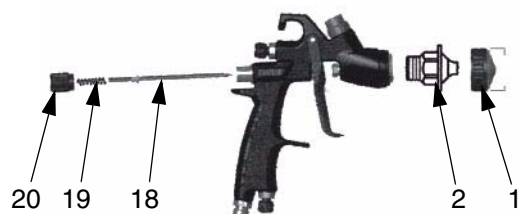

FIG. 6
1. Desenrosque el cabezal de aire (1). FIG. 6.
3. Retire la perilla de ajuste de fluido (20) y el muelle (19). FIG. 6.
4. Saque la aguja de fluido (18) por la parte trasera de la pistola.